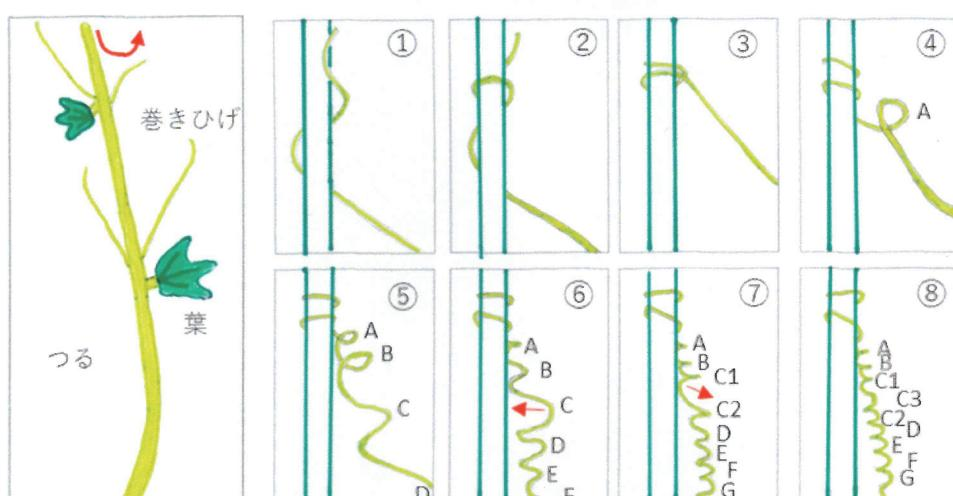

図5：考察した(左)つるの先端の回転運動と、(右)巻きひげのらせん形成のイラスト
以上を踏まえて、図5に考察しているイメージをイラストとして描いた。
- ①つるの先端には、葉の間かくごとに、複数の巻きひげがついていて、つるの先端が回転することで、巻きひげが支柱と触れる機会が増えるようになっている。
- ②らせん構造の形成は、支柱に2回～3回巻きついた(①～③)後、よじれながら大きな輪の構造を作り(④)、徐々に小さな輪となっていく(⑤)。また、1つ目の輪を小さくしながら、2つ目以降の大きな輪を作っている(⑥～⑦)。図5のCの位置は、巻く向きの異なる2つのらせん構造の間となっていて、最後に巻きひげが回転して、らせんが完成する(⑧)。この時、らせんが作られる順番は、端から順番通りとはならなかった。